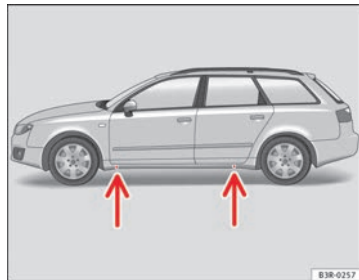

Fig. 198 Cambio de rueda: Puntos de apoyo del gato
- Busque en el larguero inferior el **punto de alojamiento** más cercano a la rueda pinchada ⇒ fig. 198 -flechas-.
En el larguero inferior van marcados los lugares en los que se puede apoyar el gato ⇒ fig. 198 -flechas-. Se ha previsto *un* lugar para cada rueda. El gato no debe colocarse en otros lugares.